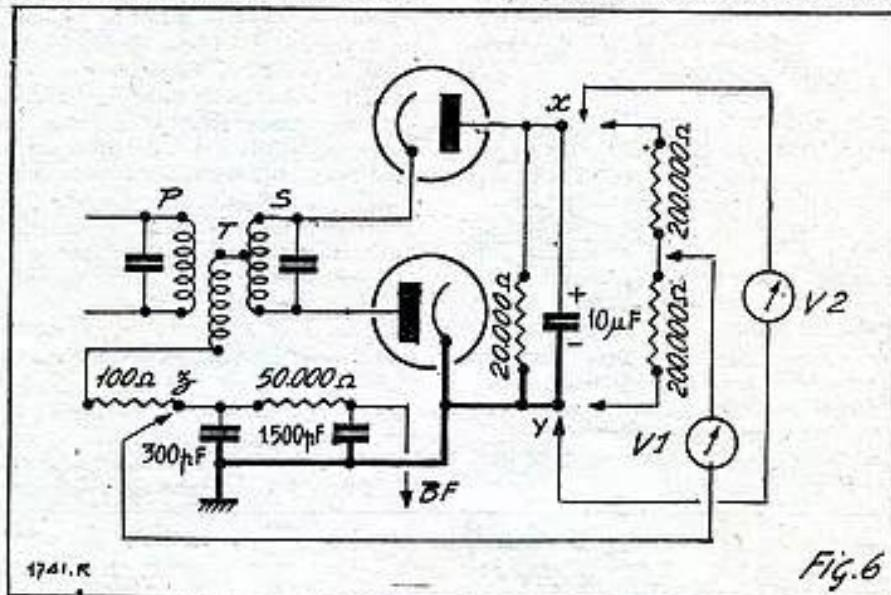

Fig.6
Le schéma du discriminateur à rapport de tension est montré sur la figure 6.
cepteur, un signal non modulé à 10,7 Mc/s et l'on procède de la façon suivante (Pour plus de clarté, reportons-nous à la figure 6) :
- b) On place ensuite le voltmètre entre les points *x* et *y*, soit la position 2 sur notre figure 6. On règle alors le primaire *P* du démodulateur, et successivement tous les autres circuits MF sur 10,7 Mc/s pour obtenir la *déviation maximum du voltmètre*.